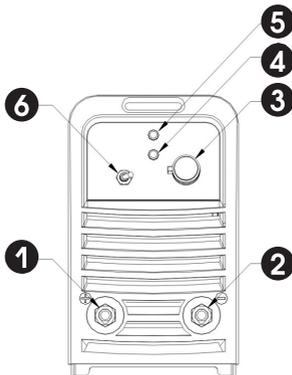

рисунок 1
• Лицевая контрольная панель (см. рис. 1).
- (1) Разъём «+»
- (2) Разъём «-»
- (3) Потенциометр для регулировки сварочного тока.
- (4) Сигнальная лампочка, показывающая, что питание включено (ON). Сигнальная лампочка горит – питание есть. Сигнальная лампочка выключена – питания нет.
- (5) Сигнальная лампочка горит – указывает на превышение температурного предела. Аппарат должен остыть.